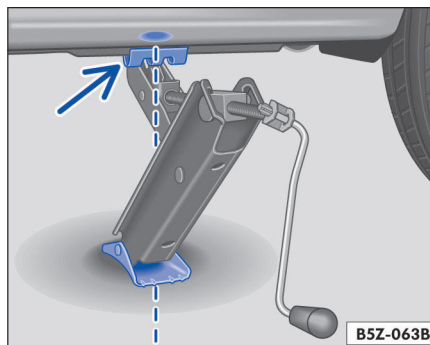

Fig. 118 Gato colocado en la parte trasera, lado izquierdo
4. Coloque en forma alineada el gato y súbalo con la manija al mismo tiempo, hasta que éste se encuentre en el punto de recepción por debajo del vehículo ⇒ fig. 118 -flecha-, con la base apoyada en el suelo en una posición vertical, con relación al apoyo superior del gato. ⇒ ⚠
- La garra del gato deberá envolver el perfil vertical del larguero, para que al levantar el vehículo, el gato no escape ⇒ fig. 118-flecha-. ⚡